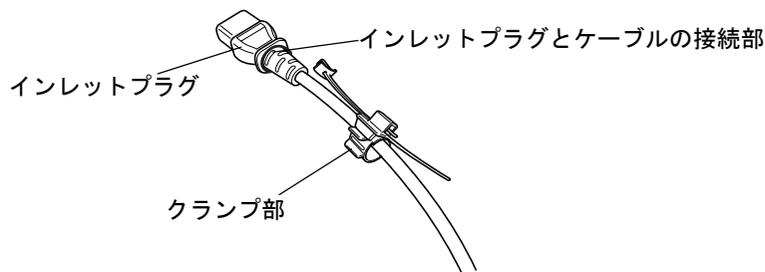

図 1
- (1) 電源ケーブルを、電源ケーブル抜け防止クランプのクランプ部内に図 1 のように入れ込み、クランプ部をカチッと鳴らして固定し、「インレットプラグとケーブルの接続部」までクランプを持ち上げます。